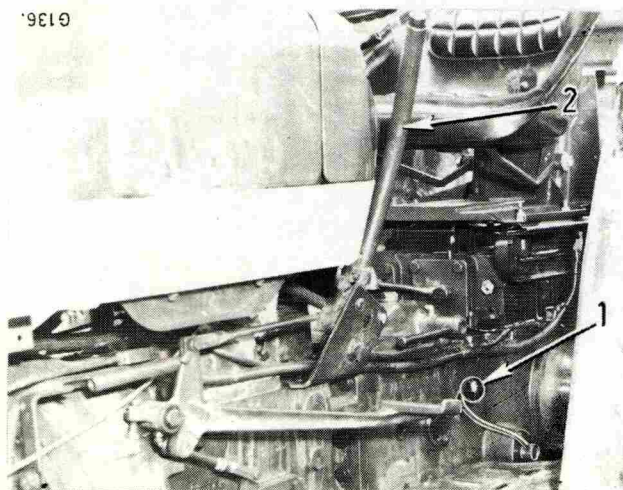

Fig. 19
L'arbre de prise de force (577 tr/mn) est entraîné par un embrayage spécial à commande manuelle, (2) Fig. 19, complètement indépendant de l'embrayage moteur.
Pour débrayer la prise de force, tirez le levier (2) Fig. 19 vers l'arrière.